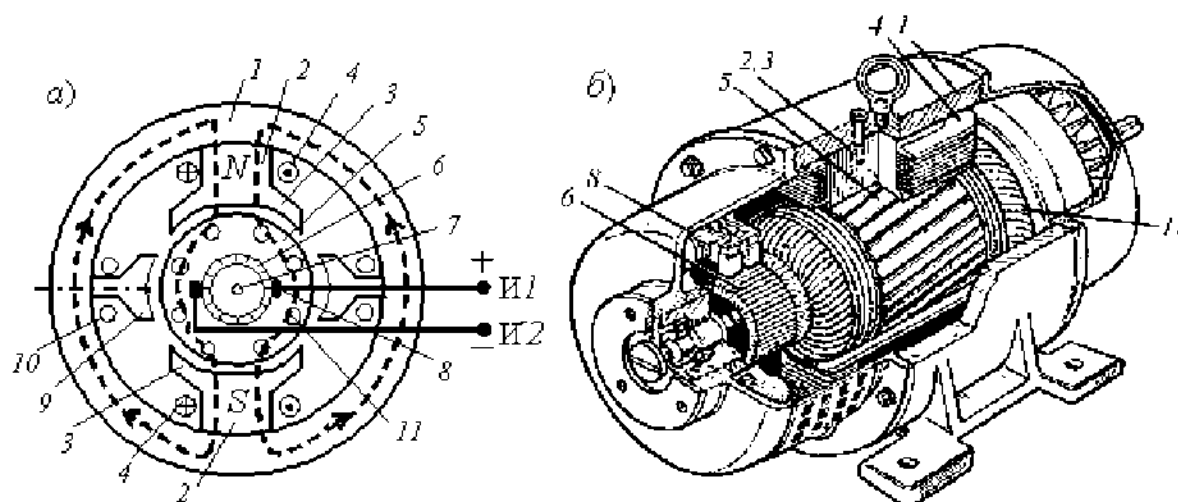

Рис. 9.2. Конструкция и внешний вид двигателя
*Конструкция и внешний вид двигателя.* На рис. рис. 9.2.а) показана конструкция двигателя (постоянный магнит заменен на электромагнит), на рис. 9.2б) – его внешний вид.
Основными частями двигателя постоянного тока являются статор и якорь, отдалённые друг от друга воздушным зазором (0,3...0,5 мм), рис. 9.2, а).